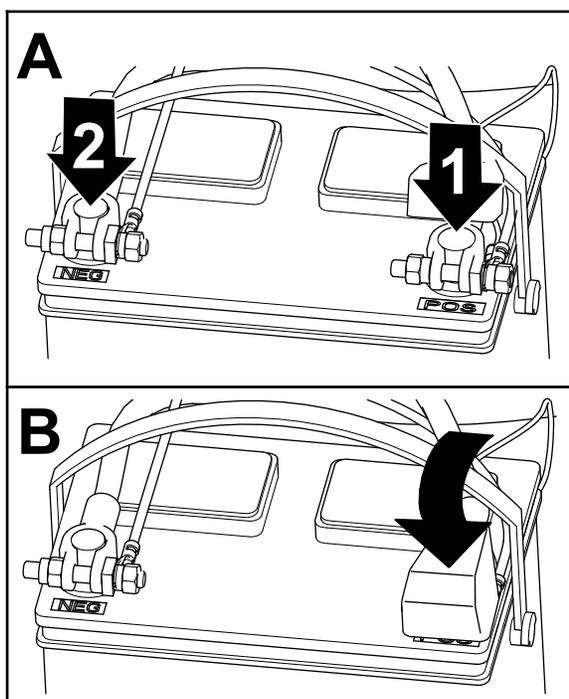

Figura 23
1. Ligue o cabo positivo à bateria e aperte a porca do grampo da bateria (Figura 23).
2. Ligue o cabo negativo à bateria e aperte a porca do grampo da bateria (Figura 23).
3. Monte o isolamento por cima do terminal positivo da bateria (Figura 23).